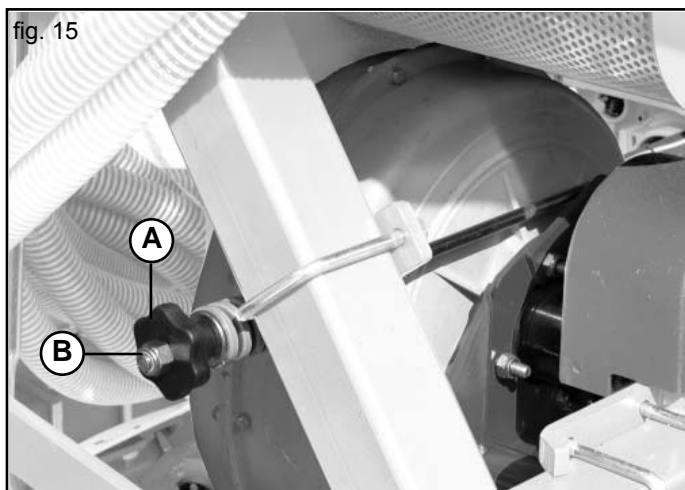
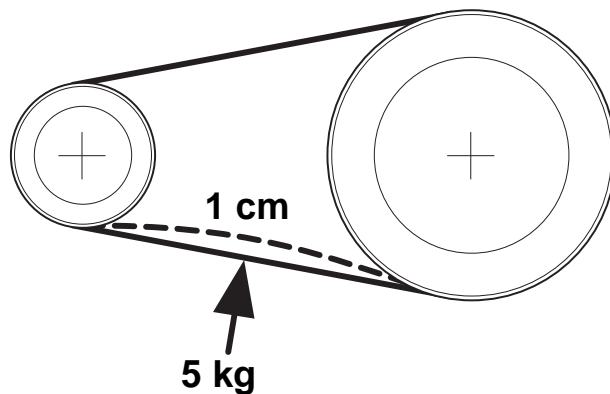

fig. 15
fig. 16
- 2) Regolare il tensionamento delle cinghie mediante il pomello (A Fig. 15). Premere sulla cinghia, nella zona centrale fra le due pulegge, con una forza di circa 5 Kg, la forza deve provocare una deformazione sulla singola cinghia di max. 1 cm (Fig. 16).
Per la sostituzione delle cinghie di trasmissione, allentare completamente la tensione delle stesse per mezzo del pomello (A Fig. 15).
Attenzione: NON RIMUOVERE mai il dado B (Fig. 15).